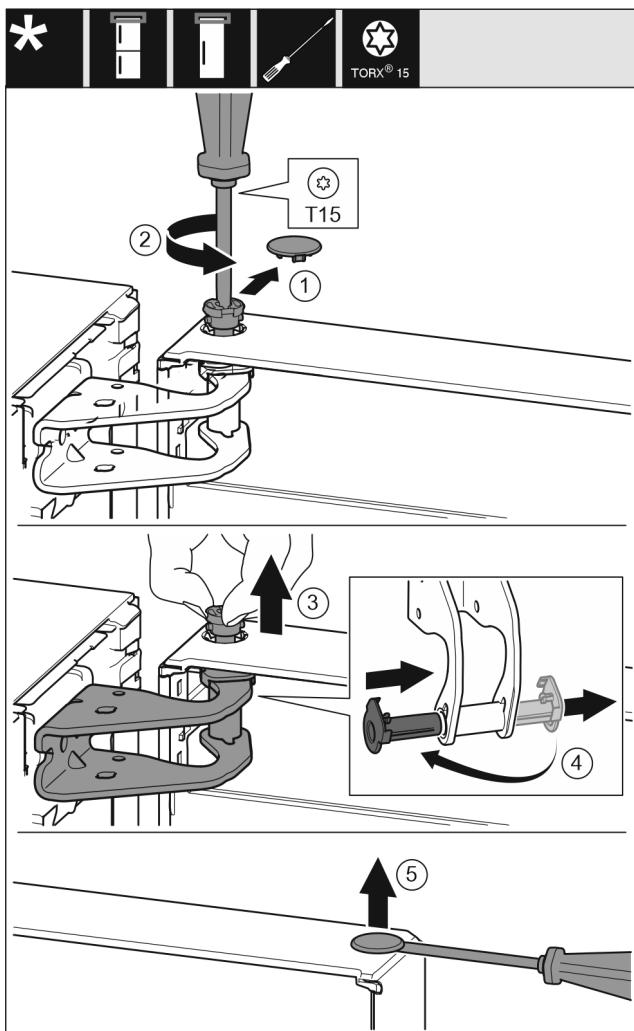

Fig. 6
- Trekk sikringsdekselet forsiktig av. Fig. 6 (1)
- Skru bolten ut et stykke med skrutrekker T15. Fig. 6 (2)
- Hold fast døren, og trekk bolten ut med fingrene. Fig. 6 (3)
- Trekk lagerbøssingen ut av føringen. Sett den inn fra den andre siden, og la den klikke på plass. Fig. 6 (4)
- Løft proppen forsiktig ut av dørens lagerbøssing med en skrutrekker, og trekk den ut. Fig. 6 (5)